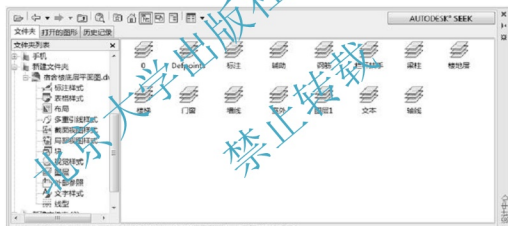

图 3.129 显示载入文件的【图层】
(4) 双击右侧的【图层】选项,出现“宿舍楼底层平面图.dwg”所包含的所有图层,如图 3.129 所示。